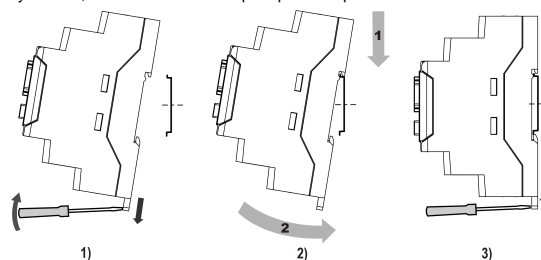

Рисунок 2 – Монтаж прибора
2. Вставив отвертку в проушину, оттянуть защелку (см. *рисунок 2*, 1). Установить прибор на DIN-рейку.
3. Прибор прижать к DIN-рейке (см. *рисунок 2*, 2, стрелки 1 и 2). Отверткой вернуть защелку в исходное положение.